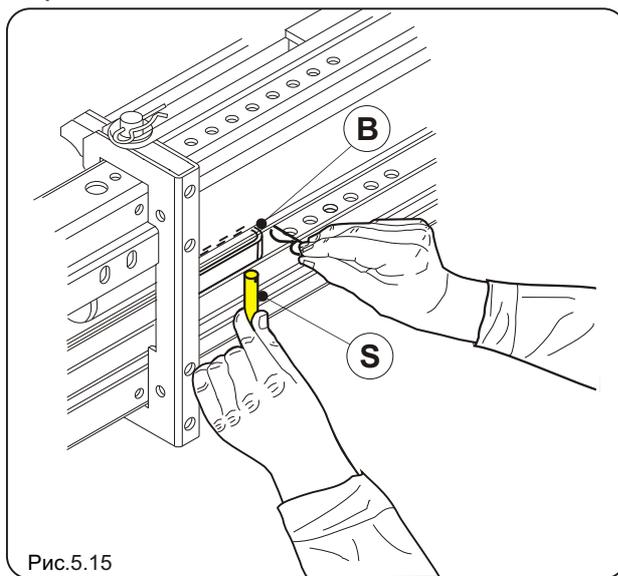

Рис.5.15
- Снова вставьте штырь **S** (рис.5.15).